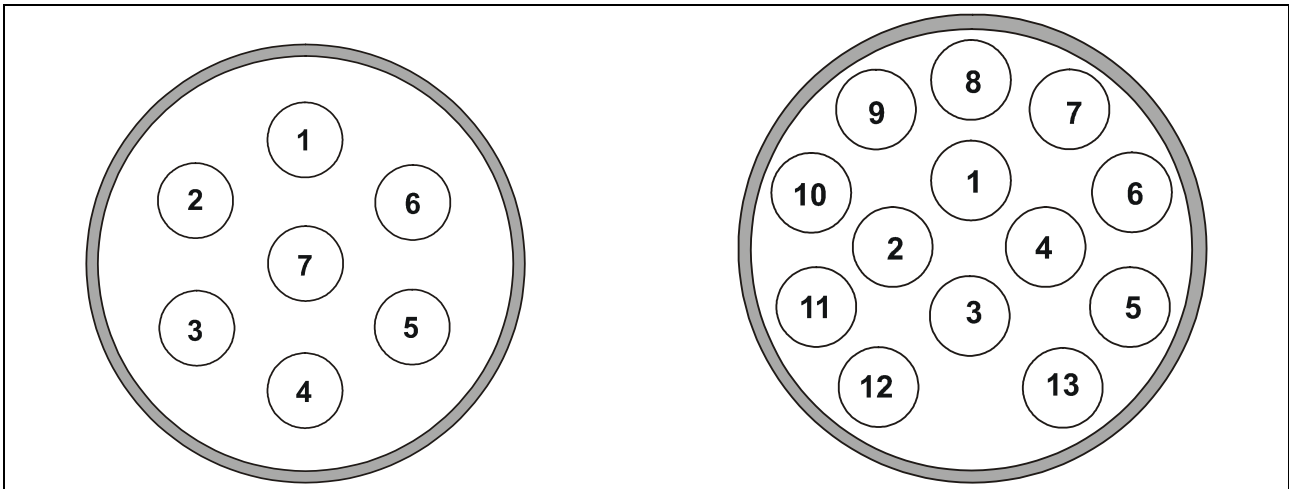

Fig. 1.: piedinatura della presa
3. Fissare la centralina rimorchio sulla console del sedile destro sugli appositi punti con il nastro di velcro fornito (fig. 1/5), se necessario utilizzare il supporto centralina cod. VW 7E0.937.535.
4. Far passare l'estremità della presa del set di cavi attraverso l'apertura posteriore a sinistra sulla vettura verso l'esterno, fino alla lamiera di supporto presa (fig. 1/1), inserire la boccola passante.
8. Stringere la presa sul supporto in lamiera (fig. 1/1) con le viti accluse.
10. Inserire correttamente la boccola passante nei passacavi (fig. 1/2).
11. Collegare i cavi marroni con gli occhielli al punto di massa del veicolo (fig. 1/3 + 1/4) sul lato posteriore sinistro.
12. Far passare il fascio di cavi lungo il fascio di cavi della vettura in alto a sinistra fino al montante B e poi verso il basso tra i sedili anteriori (fig. 1/4-5).
13. Far passare il fascio di cavi con i cavi rossi fino al portafusibili da 12 posti A9 (fig. 1/9) sotto il sedile sinistro (fig. 1/4). Aprire il bloccaggio secondario e infilare il cavo rosso nello slot 4 (solo il 13 pin kit elettrico), il cavo rosso/nero nello slot 5 e il cavo rosso/blu nello slot 6. Chiudere il bloccaggio secondario.
14. Far passare il fascio di cavi con i due connettori sotto il sedile destro (fig. 1/5). Inserire e far scattare in posizione l'alloggiamento connettore rosso da 12 posti e quello nero da 16 posti, negli appositi slot della centralina rimorchio.
16. Far passare il cavo nero/blu con la connessione a spina verso la cassetta dei fusibili in alto a destra nella console centrale (fig. 1/6) .
18. Posare il set di cavi lungo i fasci /i condotti dei cavi della vettura fino alla zona della centralina della rete di bordo sul lato anteriore sinistro (fig. 1/7).
27. Rimuovere il gruppo selettore luci (fig. 1/8) e sfilare lo spinotto nero grande. Sbloccare il cavo grigio/verde dalla camera 9 e inserirlo nell'alloggiamento presa monopolare che si trova sul set di cavi.
3. Het aanhangwagen-aansluitapparaat in de rechter stoelconsole op de hiervoor bestemde plaats met het meegeleverde klittenband bevestigen (afb. 1/5), evt. de besturingstoestelhouder VW-Nr. 7E0.937.535 gebruiken.
4. Het contactdooseinde van de leidingset door de voertuigopening links achter naar buiten naar de houderplaat contactdoos installeer (afb. 1/1), doorvoerhuls erop trekken (afb. 1/2)
8. De contactdoos met de bijgevoegde schroeven op de borgplaat (afb. 1/1) schroeven.
10. Doorvoerhuls vakkundig in de kabeldoorvoeren (afb. 1/2) inzetten.
11. De bruine leidingen met de ringogen aan het massapunt in het voertuig (afb. 1/3 + 1/4) links achter aansluiten.
12. De leidingstreng op de kabelboom van het voertuig links boven naar de B- stijl en verder omlaag tussen de voorstoelen installeren (afb. 1/4-5).
13. De leidingstreng met de rode leidingen naar de 12-voudige zekeringenhouder A9 (afb. 1/9) onder de linker stoel (afb. 1/4) installeren. Secundaire vergrendeling openen en leiding rood in de steekplaats 4 (Alleen 13-polige elektrische kit), leiding rood/zwart in steekplaats 5 en leiding rood/blauw in steekplaats 6 steken. Secundaire vergrendeling sluiten.
14. De leidingstreng met de twee stekkers onder de rechter stoel installeren (afb. 1/5) . De rode stekkerbehuizing 12-voudig en zwarte stekkerbehuizing 16-voudig in de hiervoor bestemde steekplaats van aanhangwagen-aansluitapparaat steken en vergrendelen.
16. De leiding zwart/blauw met de stekkerverbinding naar de bovenste zekeringenkast rechts in de middenconsole installeren (afb. 1/6) .
18. De leidingset langs de leidingstrengen/-kanalen in het voertuig naar het bereik boordnetbesturingstoestel links voor installeren (afb. 1/7).
27. Lichtschakelaareenheid (afb. 1/8) wegnemen en grote, zwarte stekker lostrekken. Leiding grijs/groen uit kamer 9 ontgrendelen en in de 1-polige busbehuizing op de leidingset plaatsen.